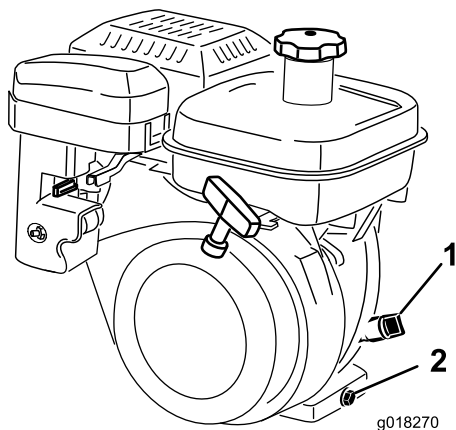

図 34
2. エンジンが水平になるように駐車し、オイルゲージの周囲をきれいに拭く 図 34。
3. ディップスティックを左に回して抜きとる 図 34。
2. 機体下にあるドレンプラグの下に廃油受けを置く 図 34。ドレンプラグをゆるめる。